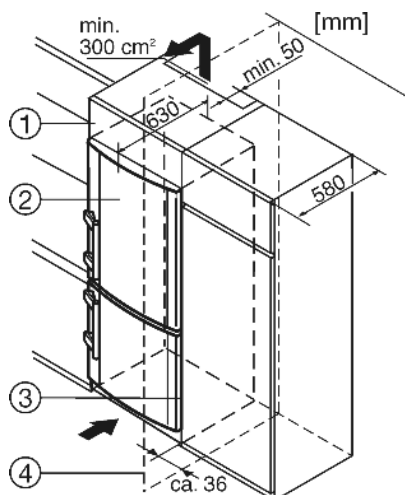

Fig. 9
- (1) Nástavná skříňka (3) Kuchyňská skříň
(2) Přístroj (4) Stěna
Zařízení lze zabudovat do vybavení kuchyně. K vyrovnání přístroje Fig. 9(2) na výšku kuchyňské linky lze na přístroj nasadit odpovídající nástavec Fig. 9 (1).
Při montáži do normalizovaných kuchyňských skříní (hloubka max. 580 mm) lze přístroj instalovat hned vedle kuchyňské skříně Fig. 9 (3). Dvířka přístroje přesahují přední stěnu kuchyňské skříně po stranách o 34 mm a uprostřed o 50 mm. To umožňuje jejich volné otevírání a zavírání.
Když se přístroj instaluje závěsy vedle stěny Fig. 9 (4), musí být vzdálenost přístroje od stěny alespoň 36 mm. To odpovídá přesahu madla při otevřených dveřích.